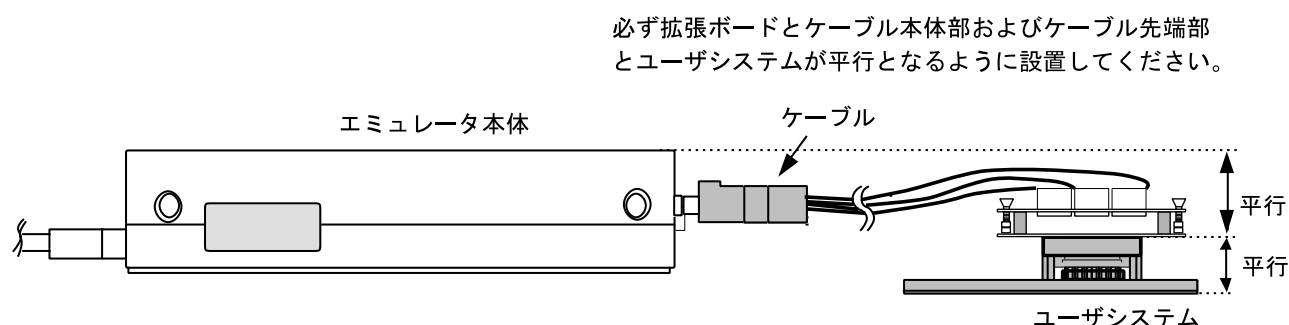

図10 設置例
- (1) ユーザシステムへの接続時には1ピン位置に十分注意して、誤接続は絶対にしないでください。
- (2) 本ユーザシステムインタフェースケーブルを使用する場合の推奨マウントパッド寸法は、MCU 実装用マウントパッド寸法とは異なりますので注意してください。
- (3) 本ユーザシステムインタフェースケーブルは、HS2633EPI61H エミュレータ専用ですので、他のエミュレータ本体には使用しないでください。
- (4) ケーブル本体部が断線する可能性がありますので、本ユーザシステムインタフェースケーブルの上に重いものや金属等の角の尖ったものを置かないでください。
- (5) ユーザシステムに接続した状態では、ユーザシステムインタフェースケーブル、特にケーブル先端部に無理な力が加わらないように注意する必要があります。図10の設置例を参照してご使用ください。